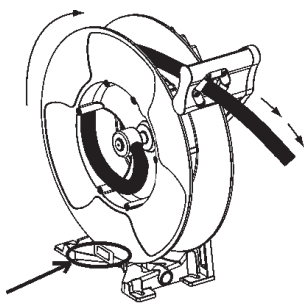

FIG 11.
1. Pull the hose out 3m (10 feet) and let the hose get latched (Fig. 11). Remove the hose guide mounted on the bracket as indicated in Figure 11.
1. Dra ut 3 m av slangens och spärra rullen (Fig. 11). Ta bort slangstyrningen på fästet (markerad i Fig. 11).